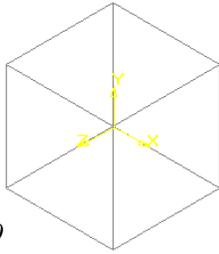

Рис. 79
12. Нажмите кнопку Создать в диалоговом окне Параметры. Получили трехмерный куб без невидимых линий (см. рис.79).